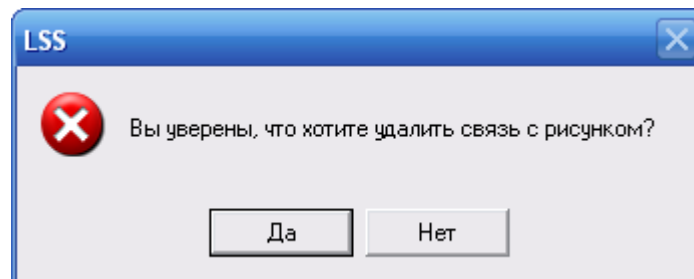

Рис. 6-30
1. На вкладке **Иллюстрация** выделите рисунок и нажмите на кнопку **Удалить связь**. При этом появится сообщение, представленное на рис. 6-30.